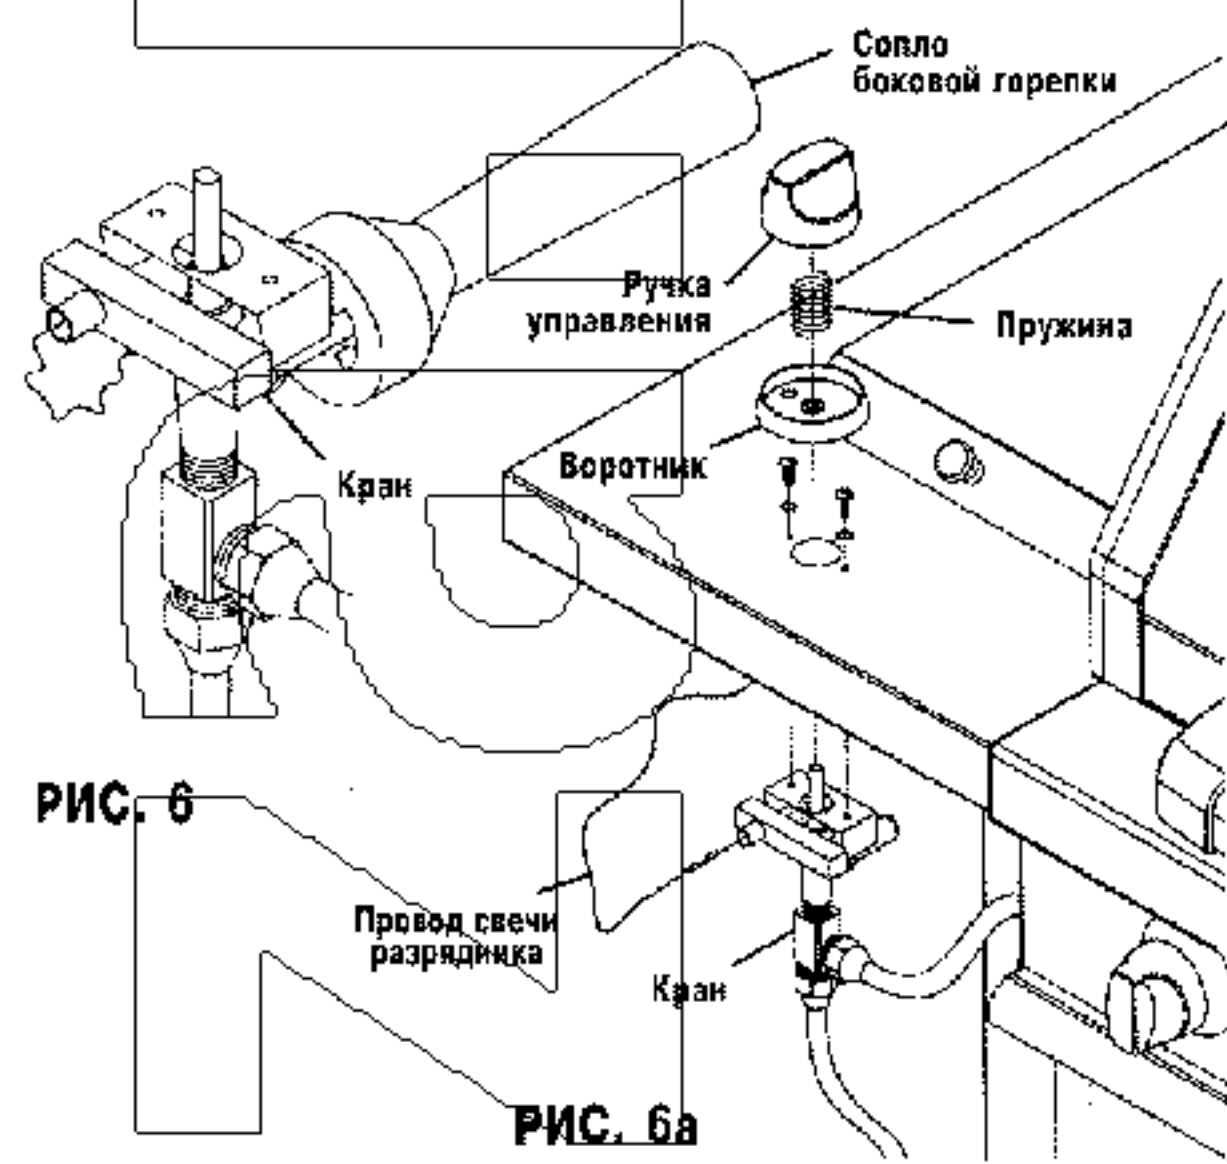

РИС. 6
15. Подсоедините провод свечи разрядника, идущий от горелки бокового столика, к разъёму на лицевой стороне газового крана (см. рис. 6). Прикрепите кран к соплу боковой горелки, расположенной под левым боковым столиком. **Правильное соединение показано на рис. 6.** Прикрепите кран боковой горелки к левому боковому столику печи-гриля, используя два винта M4x10 с крестообразным шлицем и шайбы. Насадите воротник ручки, пружину и саму ручку на ось газового крана.